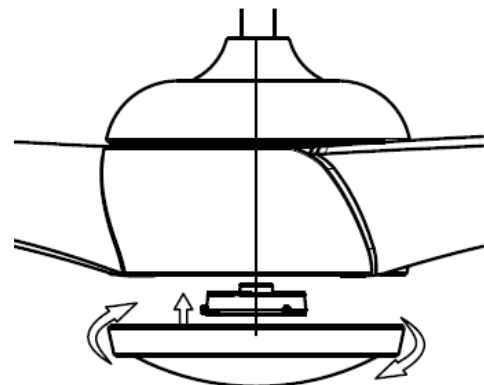

Fig. 9
- Para finalizar, coloque la cubierta inferior en el soporte de la lámpara girándola en sentido horario. Fig.9